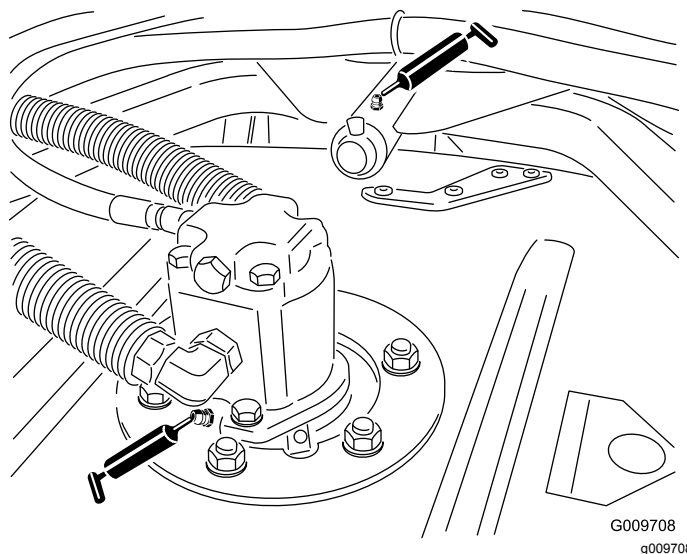

図 25
- カッティングユニットのスピンドルシャフトのベアリング 各カッティングユニットに1ヶ所 図 25
- カッティングユニットのキャリアアームのブッシュ 各カッティングユニットに1ヶ所 図 25